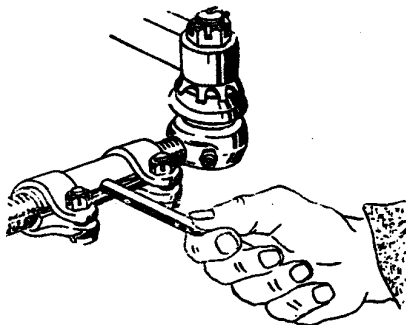

Рис. 59. Регулировка схода колес.
2) вставьте бородок в отверстие регулировочной трубки и поворачивайте ее до получения схода 1,5 — 3,0 мм (рис. 59);
3) после окончания регулировки поверните хомуты в положение, указанное на рис. 59, затяните стяжные болты хомутов и зашплинтуйте.